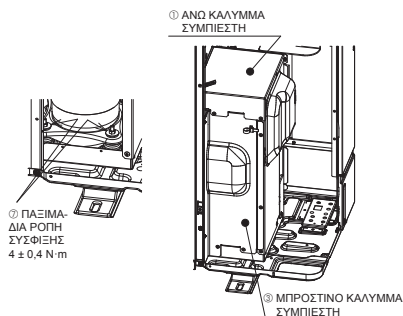

Fig. 4-2
- Αφού αφαιρέσετε τα σταθερά εξαρτήματα του ΣΥΜΠΙΕΣΤΗ, φροντίστε να σφίξετε τα παξιμάδια και να επαναφέρετε το ΑΝΩ ΚΑΛΥΜΜΑ ΣΥΜΠΙΕΣΤΗ και το ΜΠΡΟΣΤΙΝΟ ΚΑΛΥΜΜΑ ΣΥΜΠΙΕΣΤΗ στην αρχική τους κατάσταση. (Fig. 4-2)